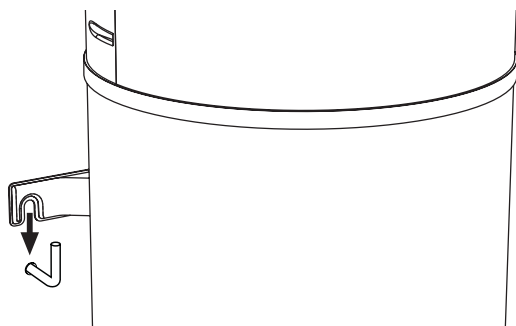

fig. 31 - Fissaggio alla parete
- Agganciare la caldaia con l'apposita staffa di fissaggio (fig. 31).